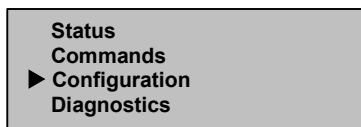

Figura 22: Menú principal
1. En el menú principal, seleccione Configuration. (Consulte la Figura 22.)